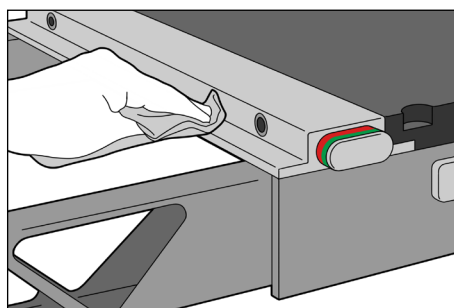

Fig. 2
2. Curățați scamele sau reziduurile de pe exteriorul încuietorii. (Fig. 2)